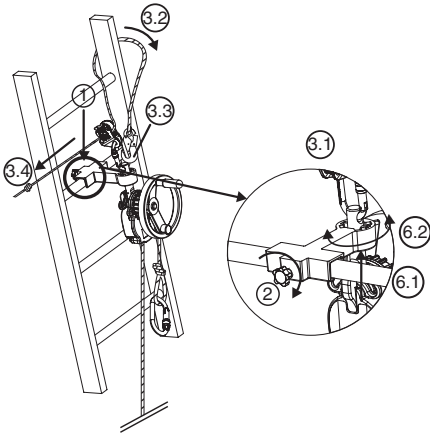

Fig. 7
### 6.3.3. Appareil Derope™ UP K (Fig. 7)
1. Mettre en place la petite console d'appui sur le barreau de l'échelle à la position requise pour réaliser l'opération de sauvetage, au dessus de la personne à évacuer (Fig. 7, 1).
2. Serrer l'axe de blocage se trouvant à l'arrière de la console d'appui à l'aide du bouton de serrage (Fig. 7, 2).
- Fixer le connecteur du dispositif de réglage LCM 05 dans le trou du haut de l'axe de d'accrochage (Fig. 7, 3.1).
- Passer la longe d'assurance autour du barreau de l'échelle situé au dessus de la console en contournant l'un des montants de l'échelle (Fig. 7, 3.2).
- Connecter le connecteur de la longe d'assurance dans le connecteur du dispositif de réglage LCM 05 (Fig. 7, 3.3).
- Tendre la longe d'assurance en tirant sur le brin libre (Fig. 7, 3.4).
6. Orienter l'appareil Derope™ selon le besoin en modifiant la position de l'axe d'accrochage dans le dispositif d'indexage (Fig. 7, 6.1 – 6.2).